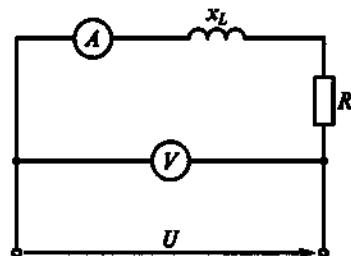

Рис. 69
3.7.Р. Каковы сопротивление R и активная мощность P в цепи, показанной на рис. 69, если $x_L = 30 \text{ Ом}$, амперметр показывает 4 А , а вольтметр 200 В ?